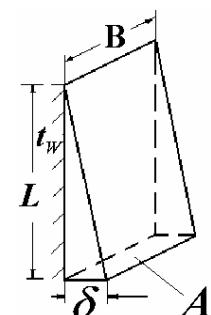

图 6.5 冷凝给热
在使用式 6-18、19 时，要注意：①物性 ρ 、 μ 、 λ 是凝液的，而不是蒸汽的，因为热阻主要在液膜。② $Re < 2000$ ， Re 的确定。如图 6.5 所示